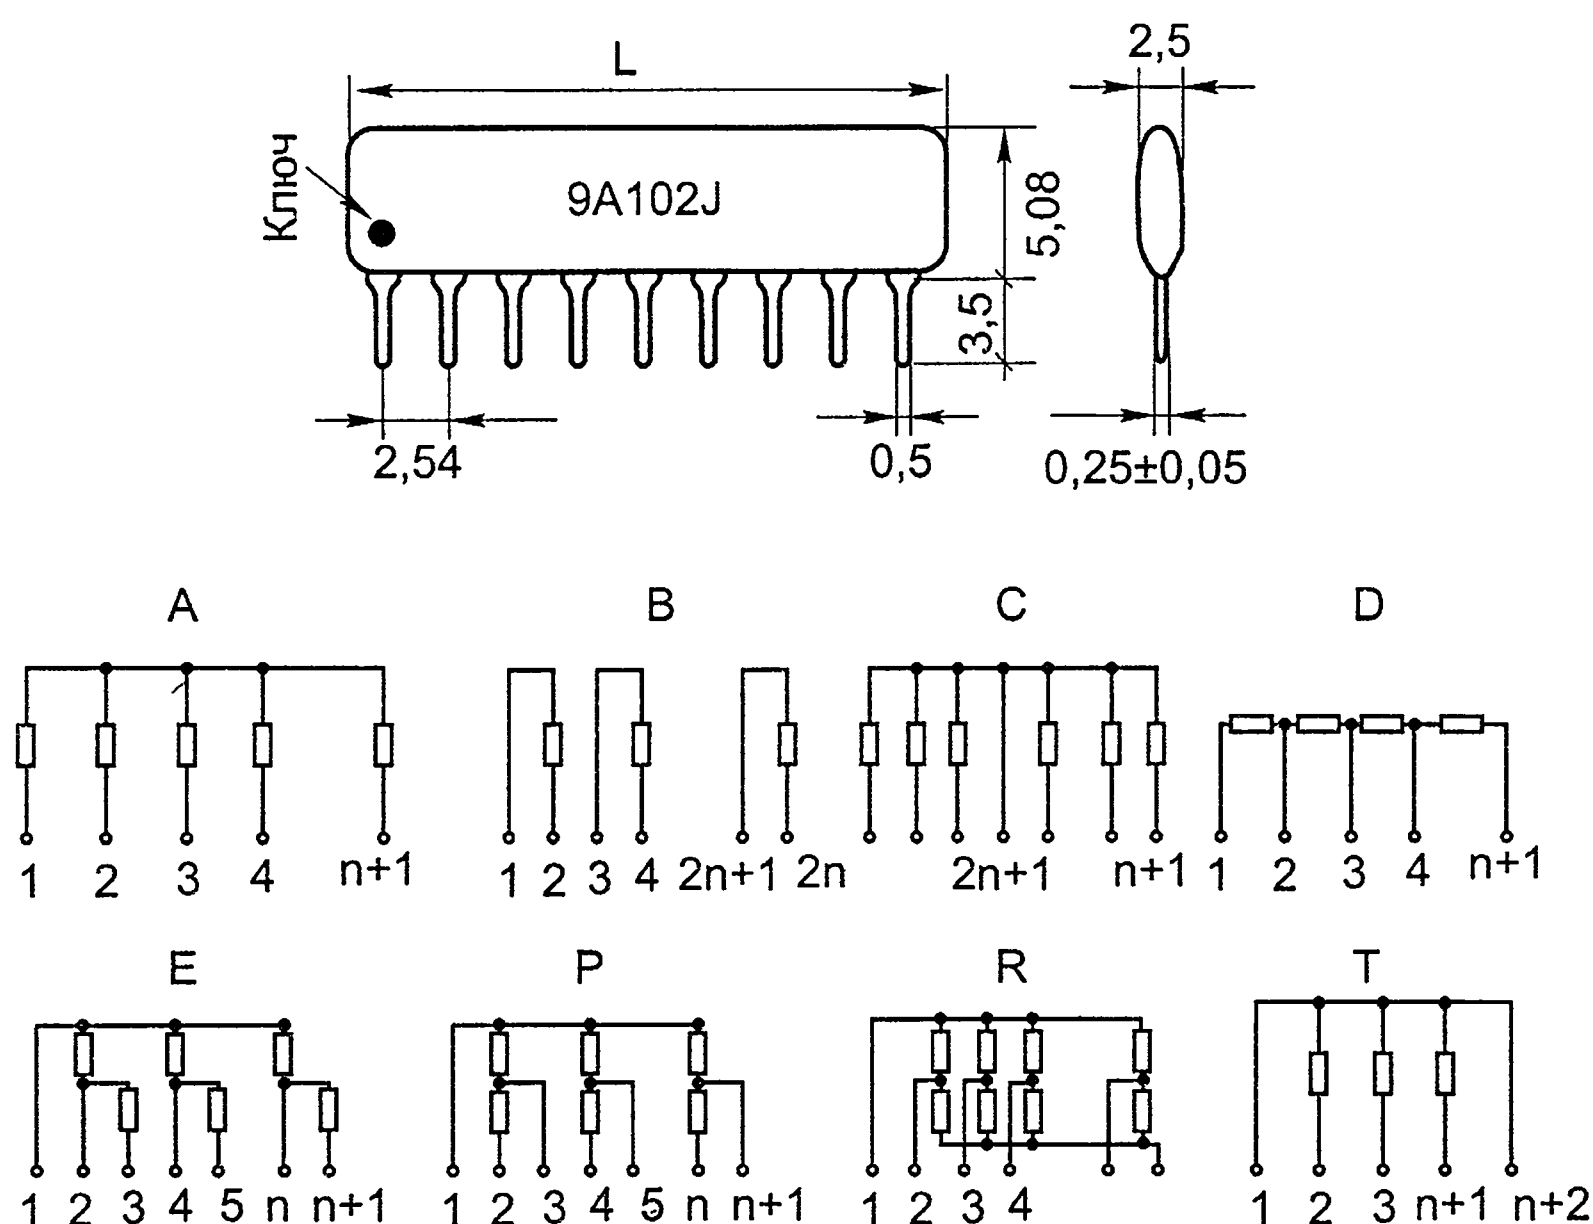

Рис. 1.2. Схемы соединения резисторов в сборках
- 2. Схема соединения резисторов сборки (рис. 1.2).
В приведенном выше примере маркировка 9A102J означает, что сборка составлена из резисторов сопротивлением 1 кОм ±5%, имеет девять выводов, в ее составе восемь резисторов, включенных по схеме А (см. рис. 1.2).